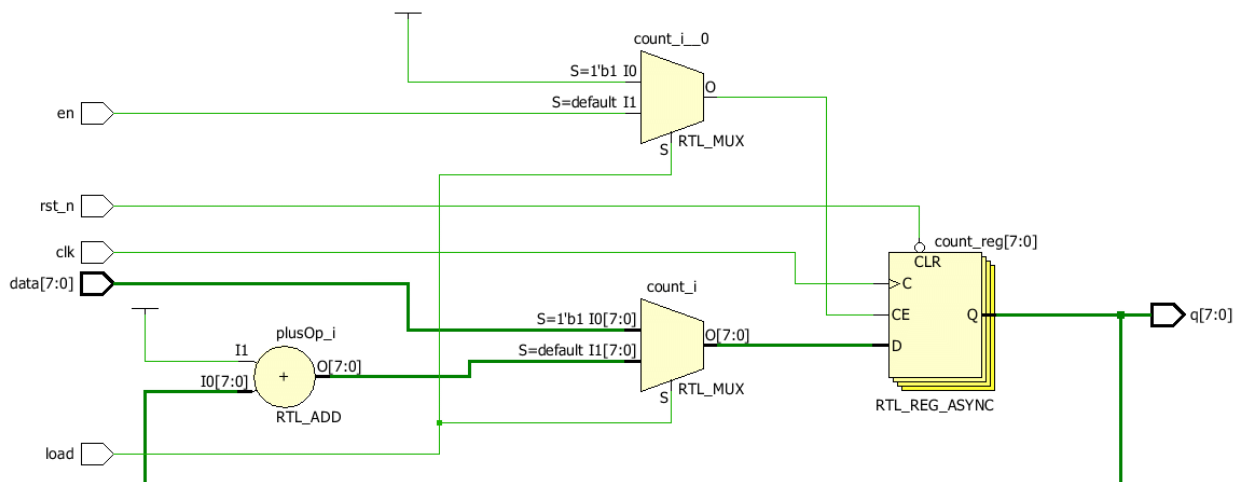

Abbildung 1.1. RTL-Diagramm des Zähler-Moduls.
4. Bearbeiten Sie **counter.vhd** um die Zählerfunktionalität zu beschreiben. Das Zähler-Register soll als ein 8 Bit Signal beschrieben werden. Speichern Sie die Datei und führen Sie die RTL-Analyse durch. Prüfen Sie das generierte RTL-Diagramm. Es sollte ähnlich zu dem in Abbildung 1.1 dargestellt werden.